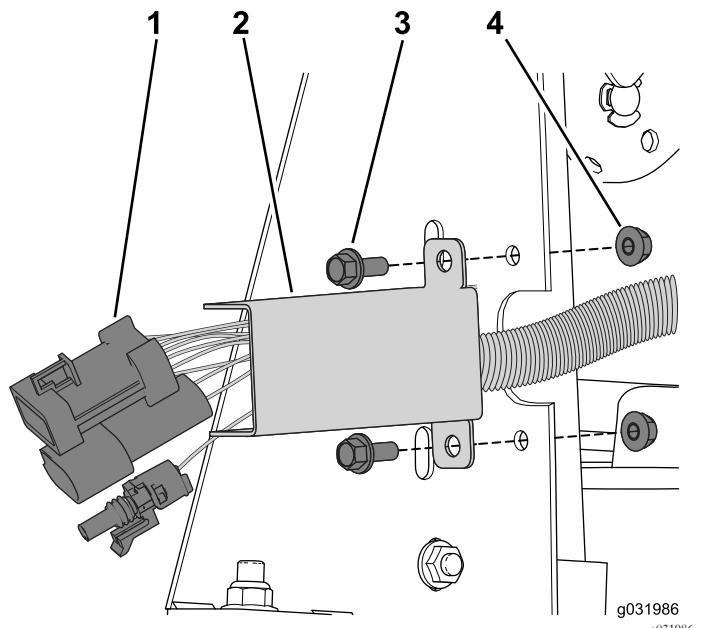

Figura 52
- Prenda a cablagem no recorte prendendo a cobertura da cablagem à estrutura lateral com dois parafusos de cabeça flangeada e porcas de bloqueio (Figura 52).